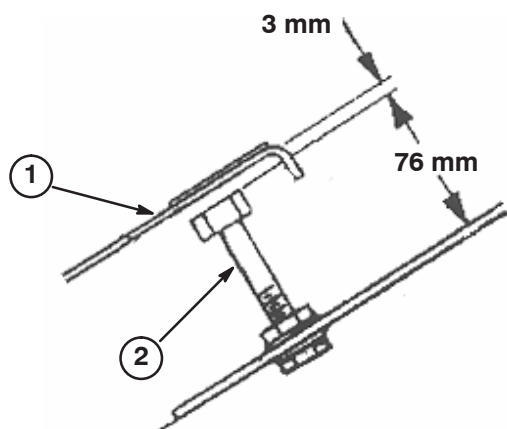

Figure 58
2. Desserrez les contre-écrous et réglez la vis de butée de la pédale de déplacement (Fig. 58) pour obtenir une longueur de 76 mm.